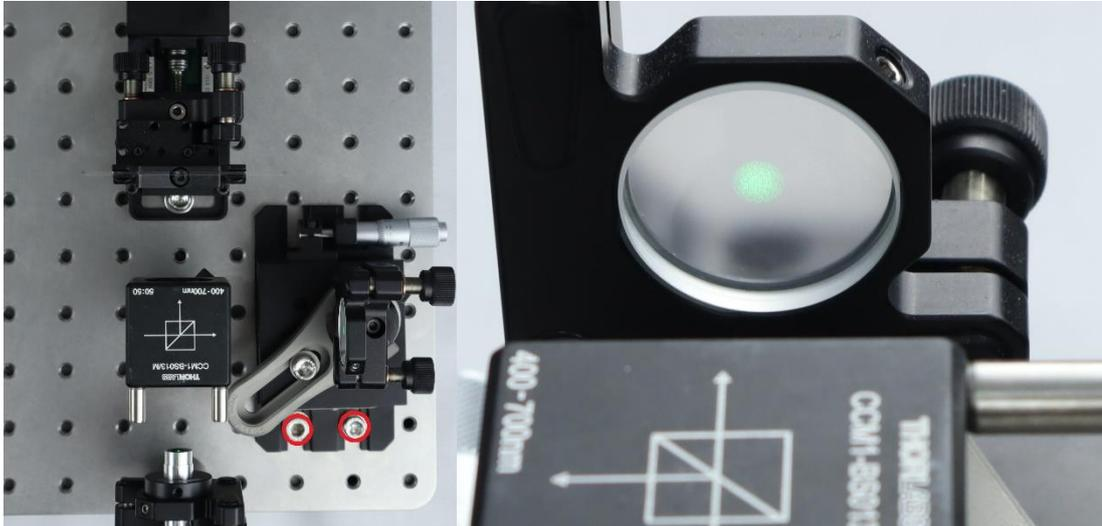

Abbildung 9: links: Position der manuellen Stage; rechts: Laserspot, der Spiegelrohling mittig trifft
11. Stellen Sie die manuelle Stage mit dem Spiegelrohling rechts in den zweiten Interferometerarm und befestigen Sie die Stage an den links in Abbildung 9 rot markierten Stellen. Der Laserspot sollte den Spiegelrohling mittig treffen (vgl. Abb. 9 rechts). Anmerkung: Dieser Schritt ist im Praktikum evtl. schon aufgebaut.